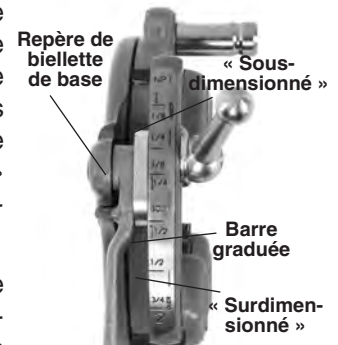

Figure 6 – Réglage du pas de filetage
3. Commencez par aligner le repère de la bielle avec le repère dimensionnel voulu de la barre graduée. Sur les têtes de filière Mono et Boulonnerie, alignez le repère de la bielle sur le repère de base de la barre graduée. Pour le filetage de boulonnerie avec une tête de filière universelle, alignez les filières de boulonnerie sur le repère « BOLT » de la barre graduée (Figure 6).